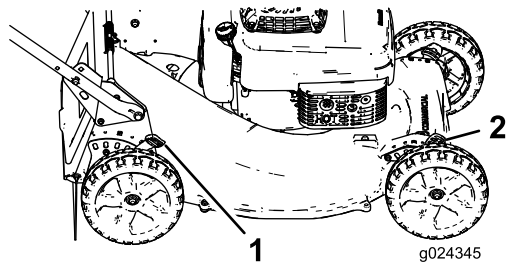

Figura 11
1. Tirate la leva dell'altezza della ruota verso la ruota (Figura 11), e spostatela nella posizione opportuna.